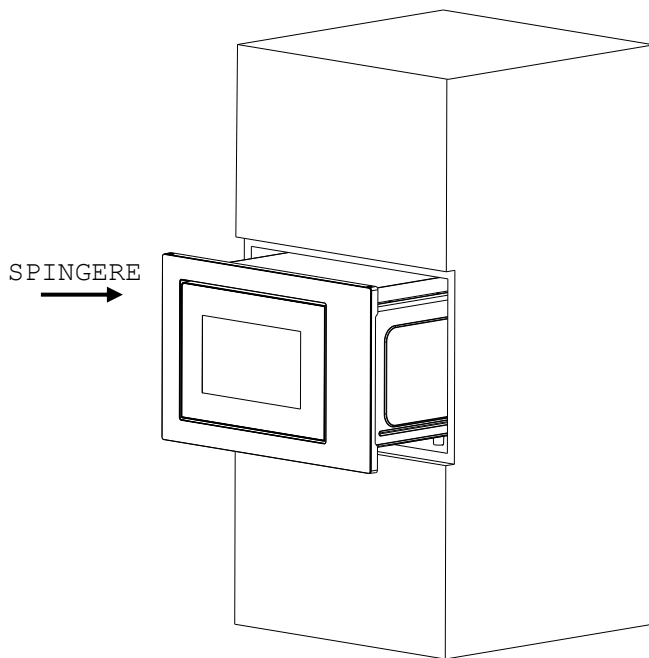

Fig. 1
a) Collocare il forno a microonde nel mobile da incasso e spingerlo avanti fino in fondo. (Fig. 1)